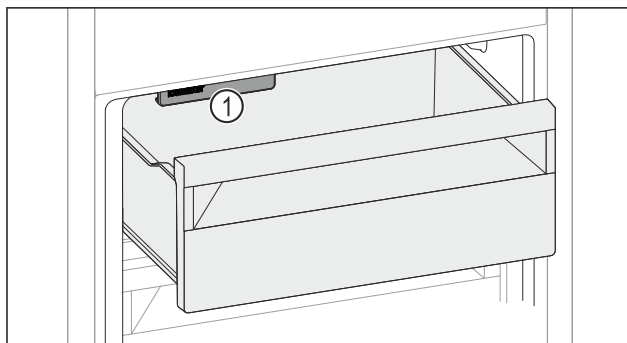

Fig. 165
- Tenere in considerazione l'IceMaker Fig. 165 (1).